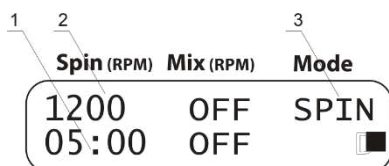

Рисунок 5. Центрифуга
5.10.1. Выберите режим центрифугирования (индикация **Spin** параметра **Mode**, рис. 5/3).
5.10.2. Установите необходимую скорость вращения: от 300 до 1500 об/мин (шаг 100 об/мин, рис. 5/2).
5.10.3. Установите время центрифугирования от 1 с до 30 мин. (шаг 1 с, после 1 мин. - 1 мин., рис. 5/1).